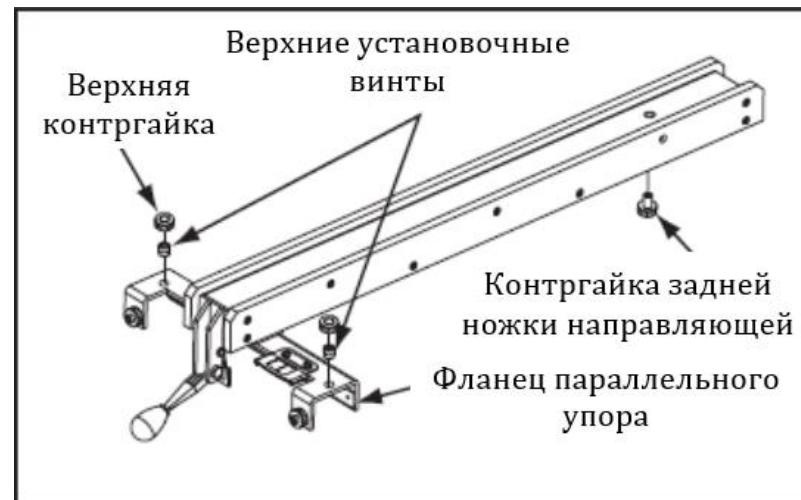

Рис. 39. Элементы параллельного упора, используемые для регулировки параллельного упора по высоте и перпендикулярности относительно стола
6. Ослабить верхние контргайки на фланце параллельного упора и контргайку на задней ножке направляющей, показанные на рис. 39.